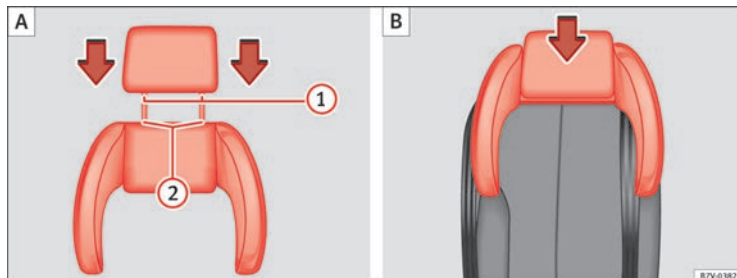

Fig. 30 Seggiolino per bambini integrato: collocare il poggiatesta sul poggiatesta laterale (A) e montare (B).
- Inserire l'asta guida ⇒ fig. 30 **1**) del poggiatesta nei fori del poggiatesta laterale **2**.